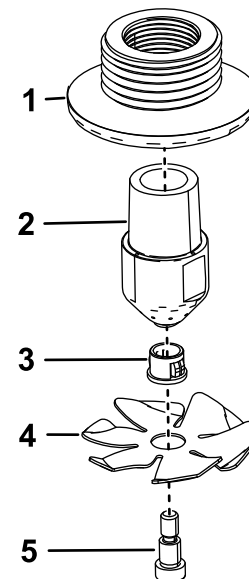

Figura 5
1. Monte las 2 boquillas de enjuague según se muestra en Figura 5.